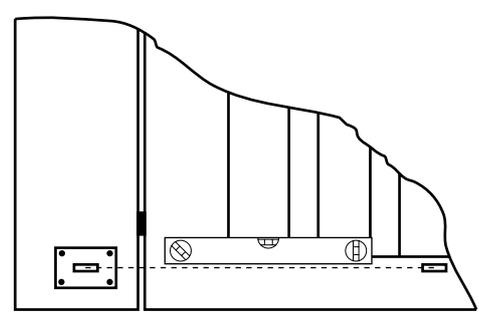

Fig. 6
- Bei vollständig geschlossenem Tor positionieren Sie die vordere Antriebsbefestigung an der Stelle des Antriebes. Stellen Sie sicher, dass vordere und hintere Antriebsbefestigung nivelliert sind (Abb. 6) und befestigen Sie die vordere Antriebsbefestigung am Tor.